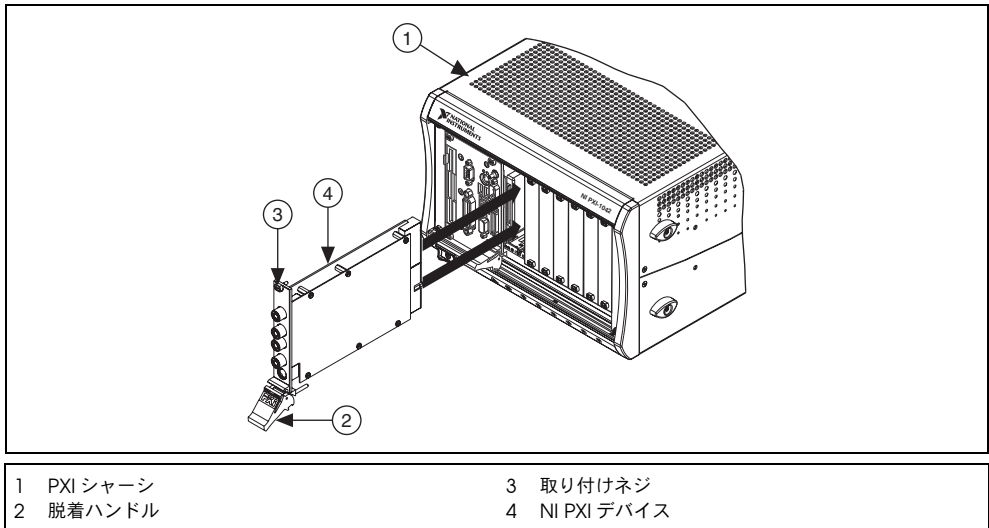

図 1 PXI の取り付け
モジュールを取り付けるには、図 1 を参照しながら、以下の手順に従ってください。
6. 図 1 のように、脱着ハンドルがラッチされていない状態（下向き）になっていることを確認します。